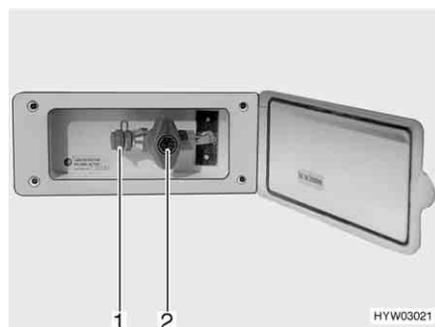

Bild 100 Externer Gasanschluss, Gasabsperrentil geschlossen
Der externe Gasanschluss (Bild 100) befindet sich je nach Modell am Heck oder auf der linken bzw. rechten Fahrzeugseite.
- Externes Gasgerät an der Anschluss-Stelle (Bild 100,1) anschließen.
- Das Gasabsperrentil (Bild 100,2) öffnen.